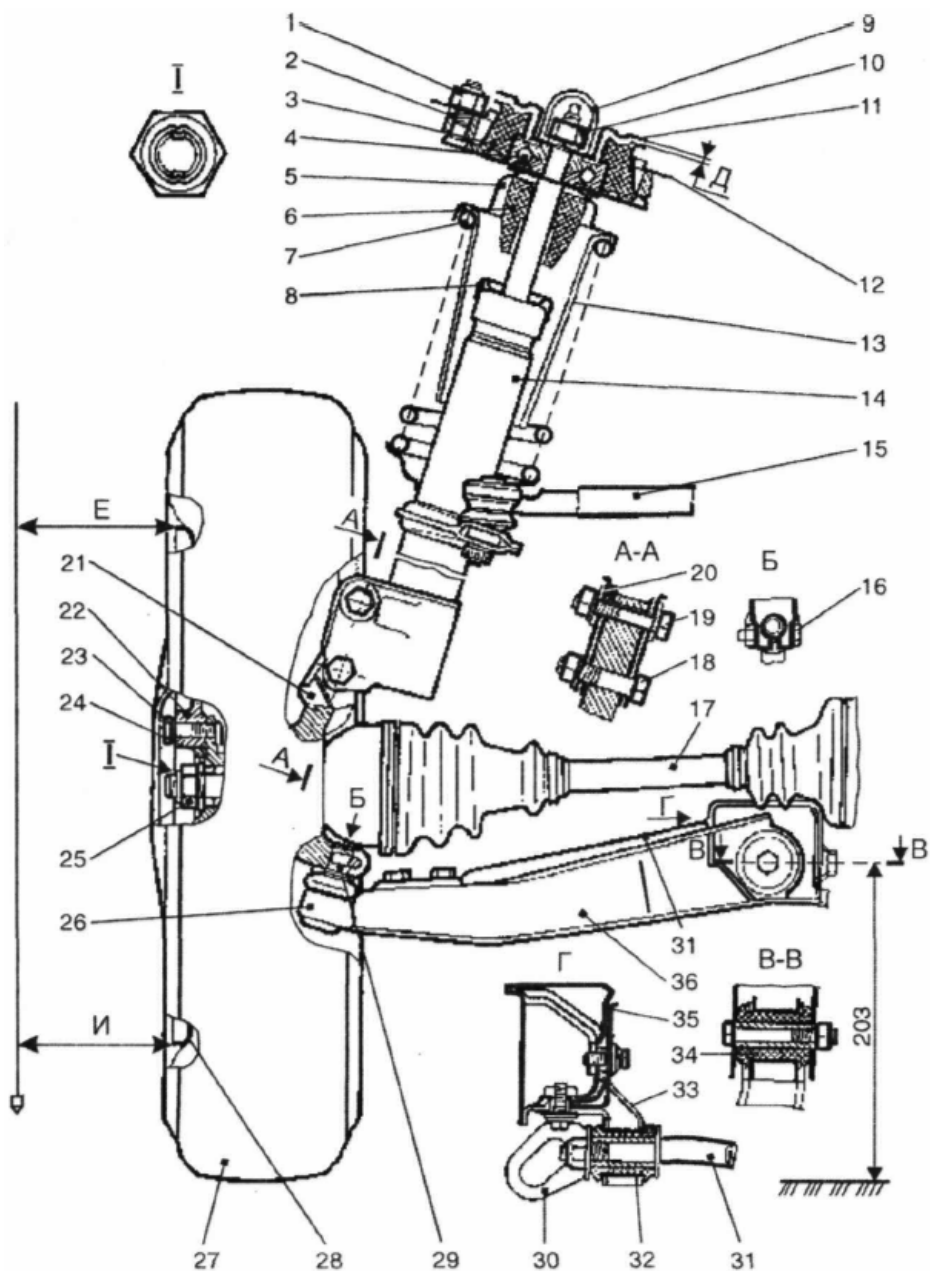

Рис. 35. Передняя подвеска:
Проверять состояние деталей подвески (рис. 35) и ее регулировку следует на станции технического обслуживания.
Подшипники ступиц передних колес. Нерегулируемые шариковые радиально-упорные двухрядные подшипники имеют уплотнение и смазку на весь срок службы. Гайку 25 (рис. 35) затягивайте динамометрическим ключом с моментом 150...180 Нм (15,3-18,4 кгс-м), одновременно проворачивая ступицу или колесо в двух направлениях 4...5 раз. При окончательной затяжке гайки, колесо остановить, после чего гайку законотрить, вдавив юбку гайки в пазы хвостовика шарнира вала.
При определении развала колеса отвесом или угольником нужно измерить расстояние Е (рис. 35) между ободом колеса и шнуром отвеса или угольником, а затем расстояние И. При правильной установке колеса размер И должен быть равен размеру К в пределах ± 2 мм (автомобиль с полной нагрузкой). Если разность больше или меньше указанной, следует отпустить гайки болтов 18 и 19 и вращением болта 19 отрегулировать развал. После регулировки затянуть гайки болтов 18 и 19.
- если снято колесо, отвернуть болты 23 (рис. 35) крепления фланца 22 к ступице 24 и снять фланец;